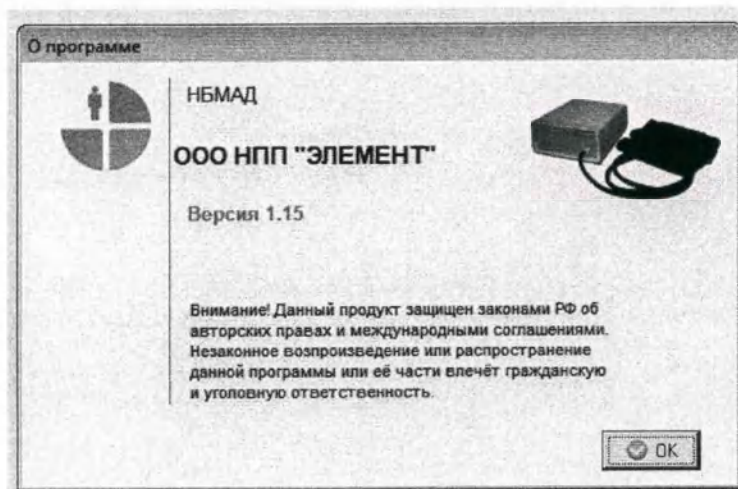

Рис. 8. Краткая информация о программе
- кнопка «О программе» выводит информацию об установленной версии программного обеспечения и фирме-изготовителе (рис. 8).